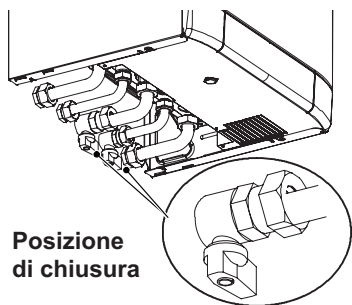

Fig. 2.23
- Chiudete i rubinetti della caldaia Fig. 2.23;